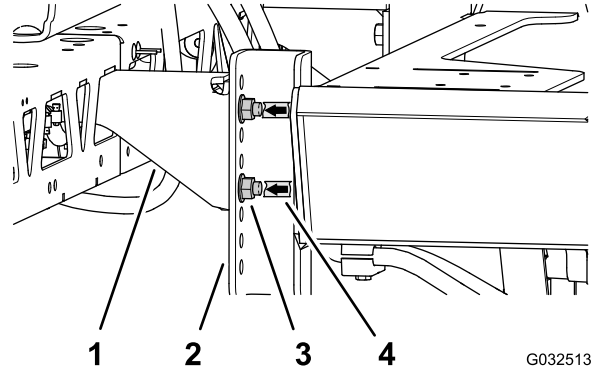

图68
3. 在使用4个凸缘头螺栓1/2 x 1-1/4英寸和4个凸缘锁紧螺母将中间喷洒臂段的支撑托架固定到机器安装槽的地方用一条胶带标记软管图68。